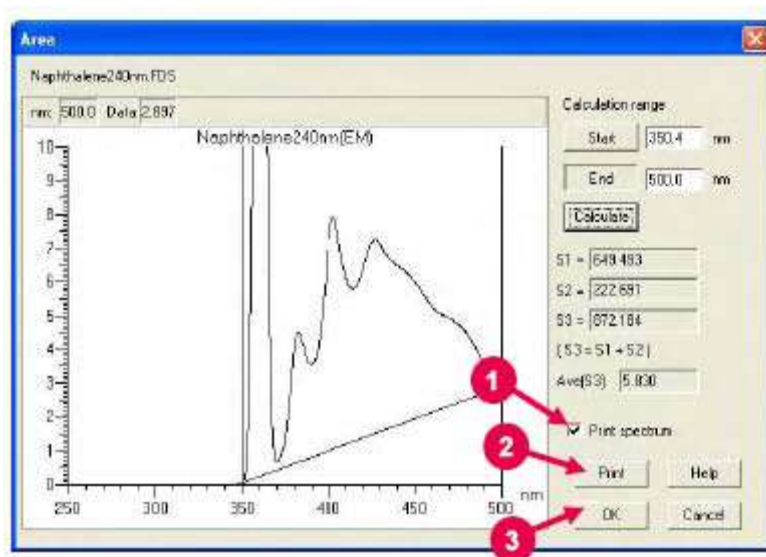

Рис. 7-35
- (1) Чтобы распечатать спектр и результаты расчета площади, установите флажок «Печать спектра» (Print spectrum). (Смотрите (1) на рис. 7-35). Чтобы спектр не печатать, снимите этот флажок.
- (2) Чтобы начать печать, нажмите кнопку «Печать». (Смотрите (2) на рис. 7-35). Во время печати, окно расчета площади будет закрыто. Это окно можно вызвать, нажав кнопку
- (3) После вычислений нажмите кнопку «ОК». (Смотрите (3) на рис. 7-35). При этом результат вычислений будет сохранен, а окно расчета площади спектра будет закрыто.
- (4) Результат вычисления можно сбросить, нажав кнопку  «Сброс» на панели инструментов «Обработка» при открытом окне обработки данных. При повторном вызове окна «Площадь», поэтому «*****» будут отображаться в каждом поле результатов.